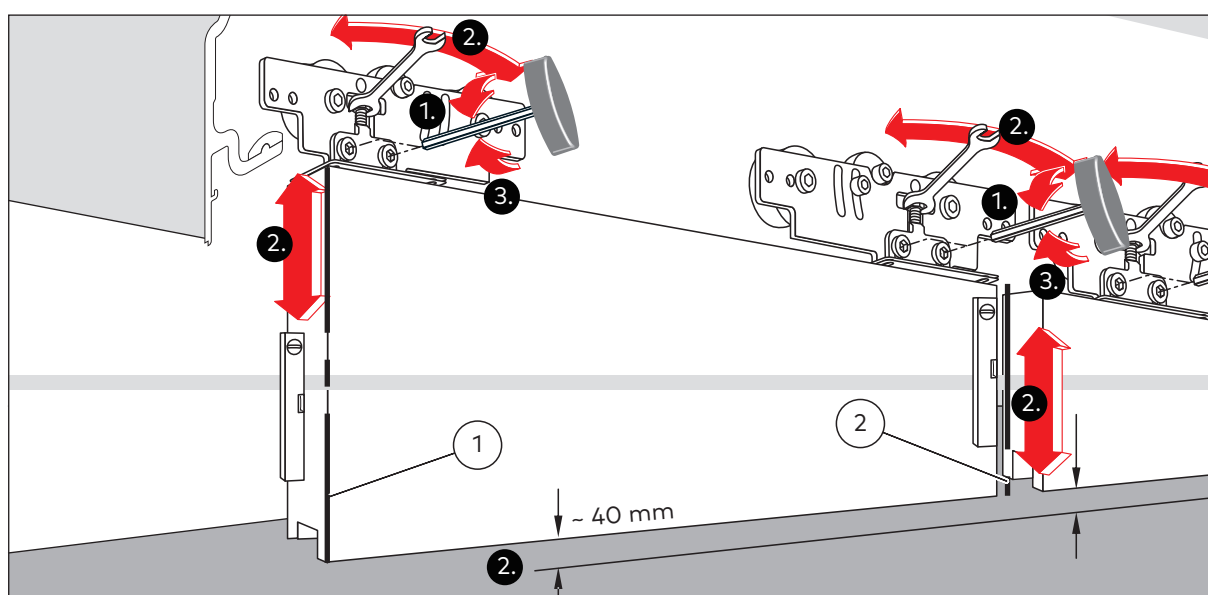

Abb. 87 Einstellung der Höhe der Türflügel
1. Die Klammern an der Haupt- (Abb. 87/1) und der Nebenschließkante (Abb. 87/2) lösen.